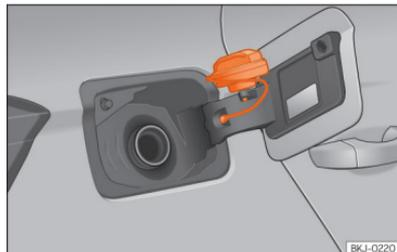

Fig. 154 Tampa do depósito com o tampão encaixado.
• Coloque-a no espaço existente na dobradiça da tampa aberta »» Fig. 154.